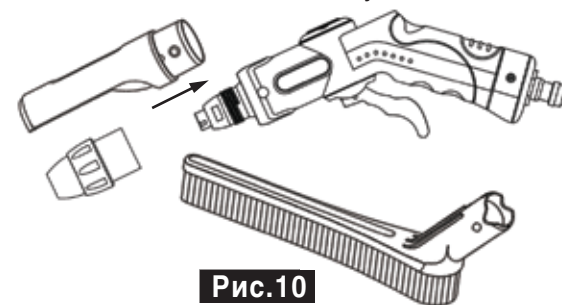

Рис.10
1. Данная модель мини-мойки снабжена пистолетом-распылителем с дополнительными сменными насадками: душевая насадка и насадка-щетка (рис.10).